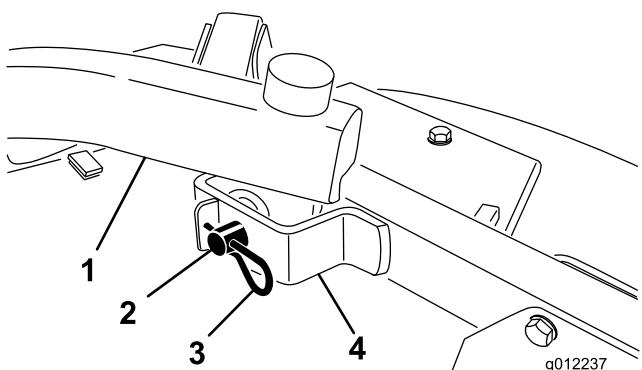

図 24
2. 昇降アームをキャスタアームブラケットに固定しているヘアピンコッターとクレビスピンドルを外す図 24。